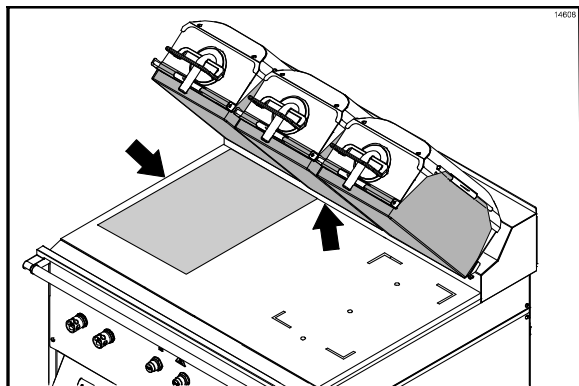

Figure 74
49. L'extrémité la plus étroite de la feuille de protection face à l'arrière du gril, saisir la feuille de protection par les côtés, à environ 2,5 cm de chaque extrémité. Aligner le bord arrière de la feuille de protection avec le dosseret et le bord latéral du gril (Cf. Figure 74).